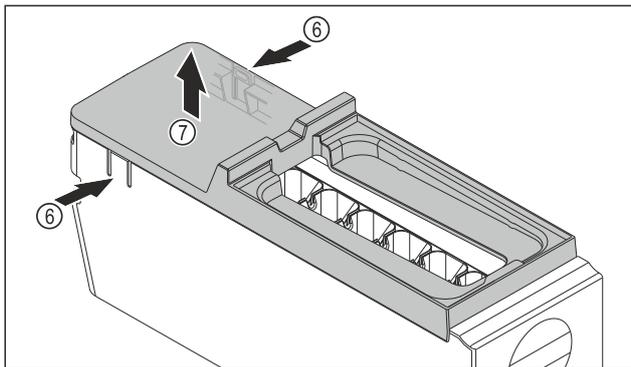

Fig. 111
- ▶ 取出 EasyTwist-Ice 机身的盖板：用一只手按压 EasyTwist-Ice 机身两侧的接片 Fig. 111 (6)。
- ▶ 用另一只手朝上取出盖板 Fig. 111 (7)。